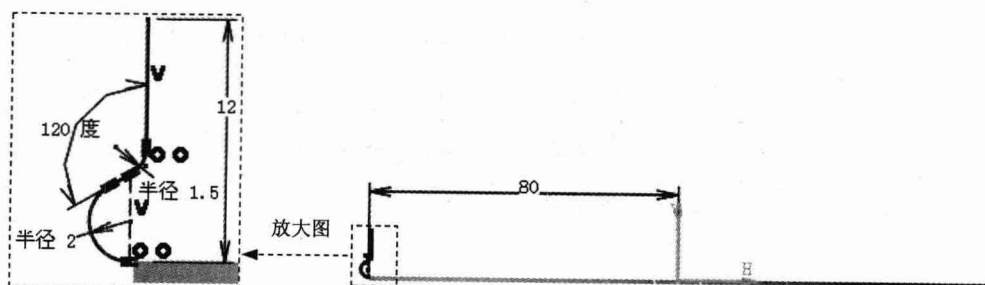

图 1.6 截面草图
(3) 绘制截面草图。单击  按钮，选取 yz 平面为草图平面，绘制图 1.6 所示的截面草图；单击  按钮退出草图环境。
(4) 单击  按钮，完成用户凸缘 1 的创建。